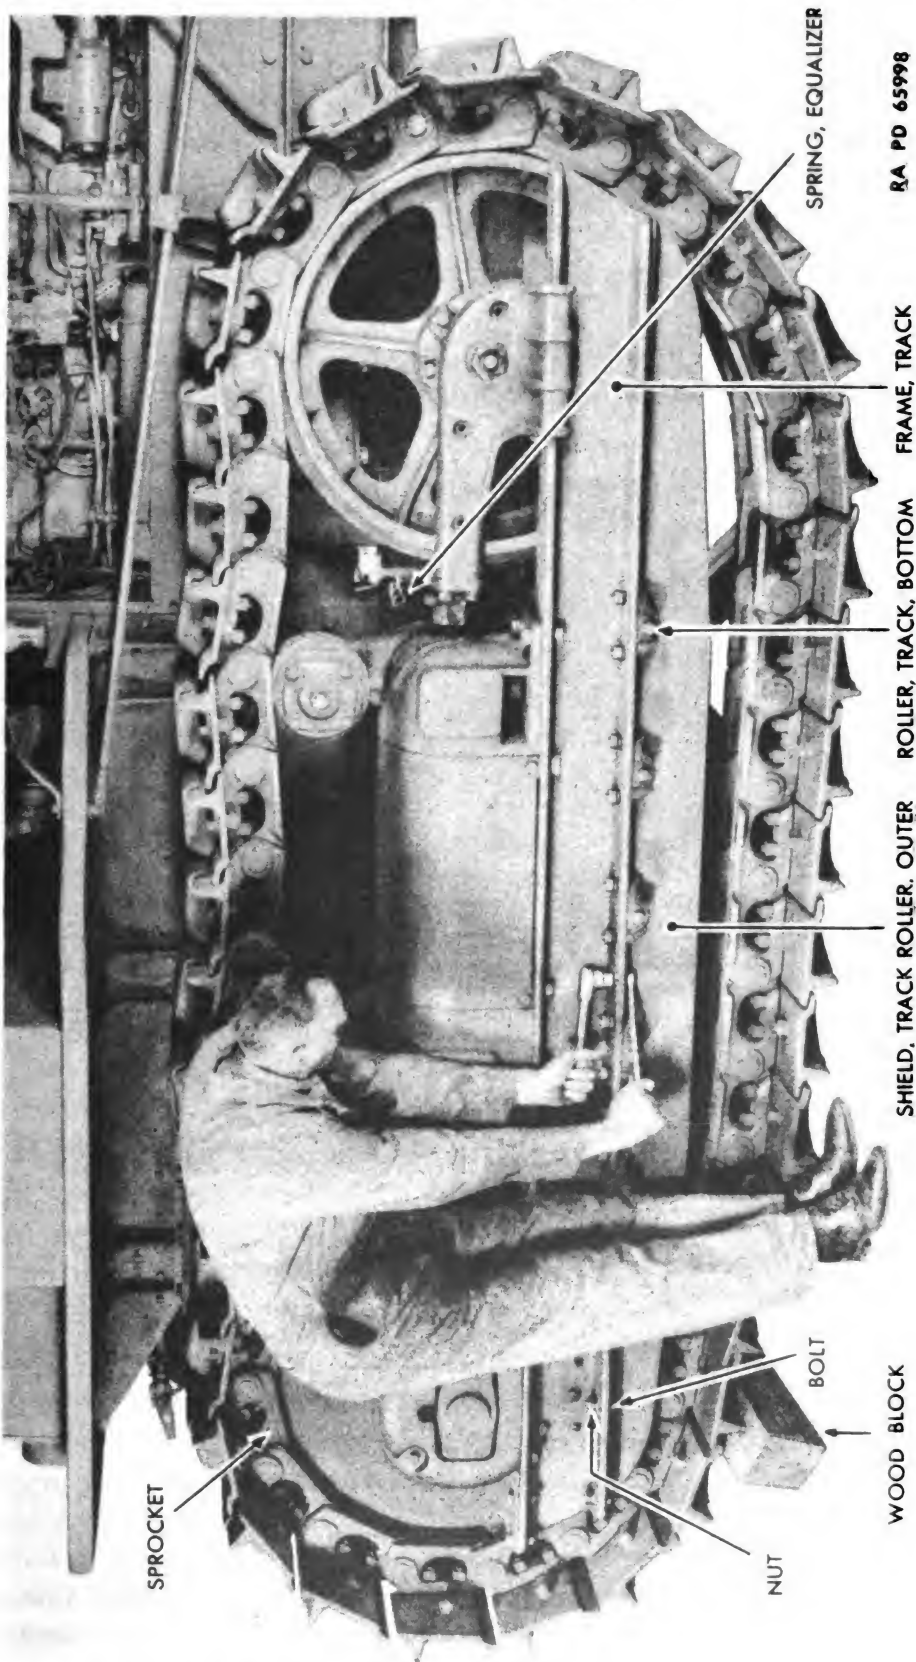

Figure 140 — Track Roller Shield Removal
(2) **PLACE SLACK IN TRACK UNDER BOTTOM TRACK ROLLERS** (fig. 140).
(3) REMOVE TRACK ROLLER SHIELDS (fig. 140).